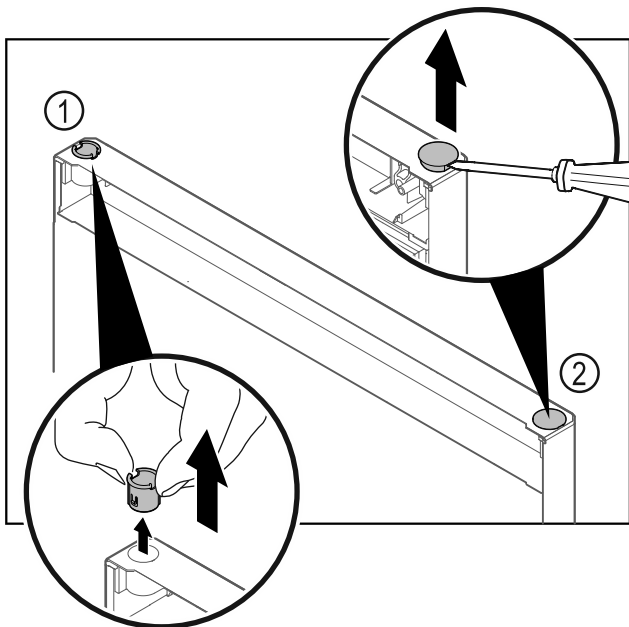

Fig. 27 Дверь холодильного отделения
- ▶ Пальцами вытяните шарнирную втулку Fig. 27 (1).
- ▶ Шлицевой отверткой осторожно подцепите и извлеките заглушку Fig. 27 (2).